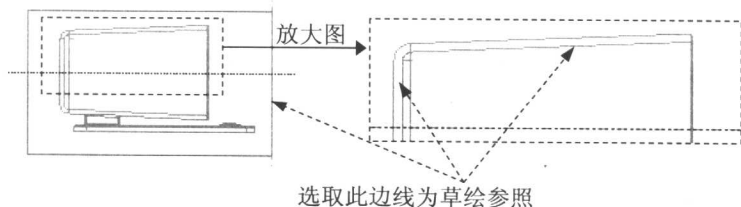

图 1.10 截面草图
② 选择下拉菜单**草绘(S) → 参照(R)...**命令,选取如图 1.10 所示的边线为参照,单击**关闭(C)**按钮。